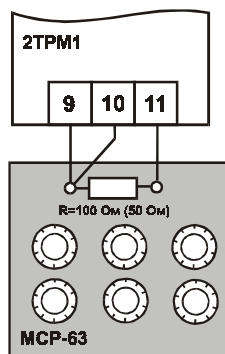

Рис. 1
2.1. Подключить ко входу 1 прибора вместо датчика магазин сопротивлений типа МСР-63 или подобный ему с классом точности не хуже 0,05 по трехпроводной линии (рис. 1). Сопротивления проводов в линии должны быть равны друг другу и не превышать величины 15 Ом. Установить на магазине сопротивлений значение 50,00 Ом при использовании датчиков ТСМ50 или ТСП50 или значение 100,00 Ом – при использовании датчиков ТСМ100 или ТСП100.